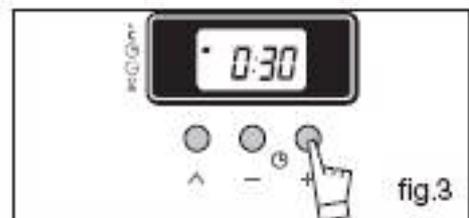

fig.3
Carregar no botão  para validar (fig.3)
Exemplo: Marcação de temperatura 210°C (fig.3)
Exemplo: 30 minutos de cozedura (fig.3).
- 0:00 afixa (fig.3)